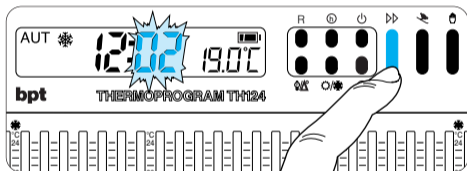

Fig. 16
**5.2** - Premere il pulsante  (fig. 16) sino a che non si raggiunga il valore esatto dei minuti.